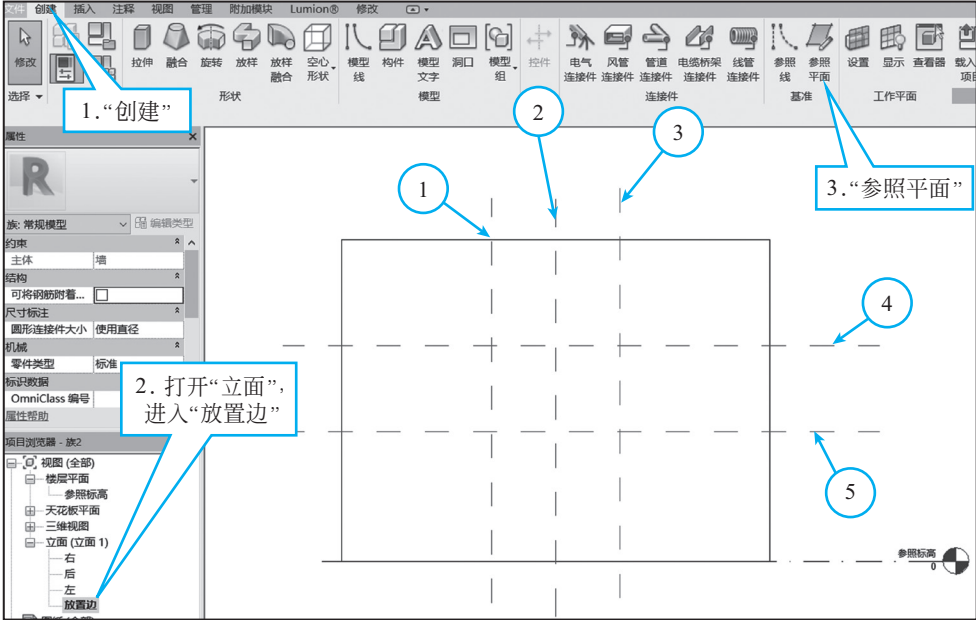

图 1-4 绘制参照线
(2) 双击“放置边立面”,单击“创建”面板→“参照平面”选项卡,绘制①②③④⑤参照线(参照线间无特定距离要求,按图 1-4 中规格布置即可)。